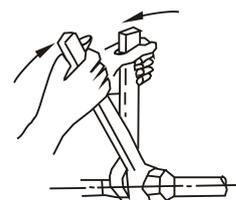

Fig. 9-2
- Positionnez adéquatement les tuyaux de raccordement, serrez les écrous avec vos mains puis serrez davantage avec deux clés simultanément (voir Fig. 9-2).